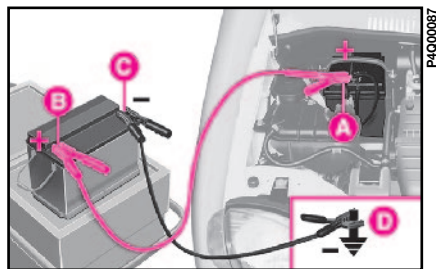

fig. 1
1) relier les bornes positives **A** et **B** fig. 1 des deux batteries à l'aide d'un câble spécifique;